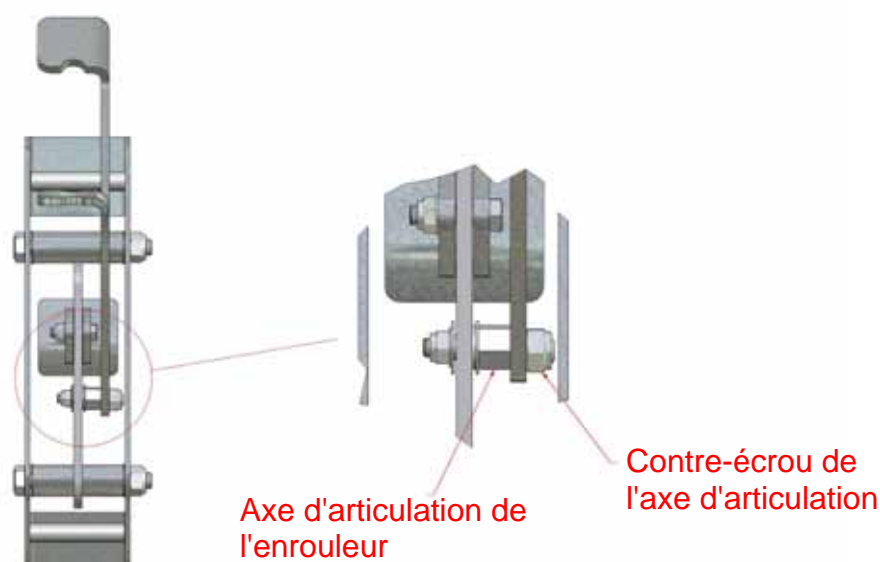

Figure 31 : réglage de la détente du loquet
- Si la détente du loquet de verrouillage venait à s'user pour finir par empêcher le loquet de rester en position déverrouillée, il est possible d'ajuster l'axe d'articulation de l'enrouleur pour en accroître la force de détente. Desserrer le contre-écrou de l'axe et faire tourner l'axe d'articulation de l'enrouleur sur 1/8e de tour, Figure 31. Serrer le contre-écrou de l'axe d'articulation et tester, et répéter l'opération si nécessaire.